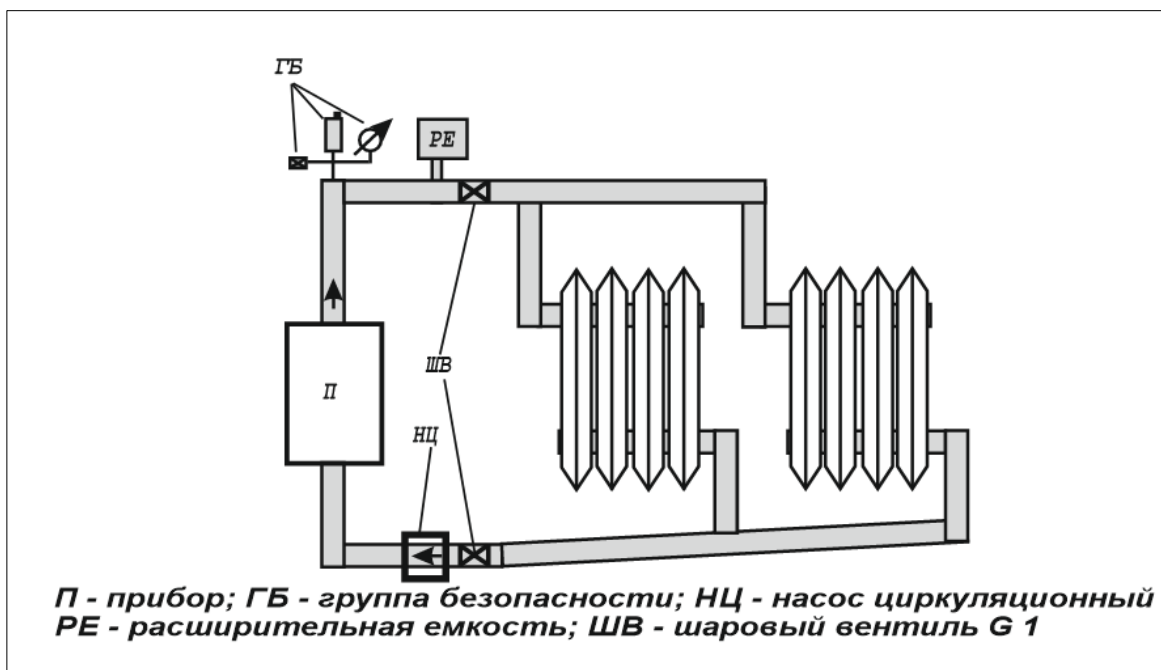

Рисунок 4. Типовая схема системы отопления
6.6 Примерная схема системы отопления приведена на рис. 4. Трубы системы отопления должны быть расположены так, чтобы способствовать естественной циркуляции теплоносителя. В системе отопления необходимо
Внимание! При эксплуатации прибора запрещается полностью или частично перекрывать шаровые вентили на входе и выходе из котла (см. рис. 4).